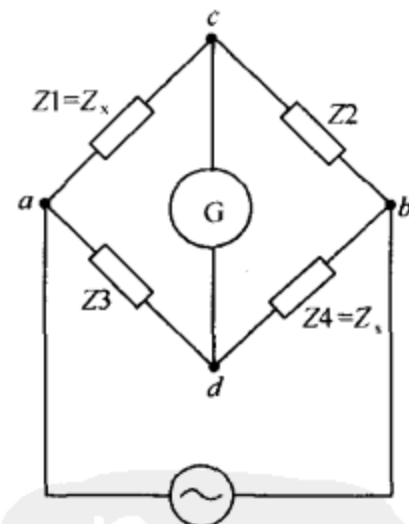

图 5-4 电阻乘积电桥
(2)电阻乘积电桥。电阻乘积电桥如图 5-4 所示。其特点是与 Z_x 相对的桥臂 Z_4 是一个标准阻抗 Z_s ,另外两个桥臂为纯电阻,此时可得